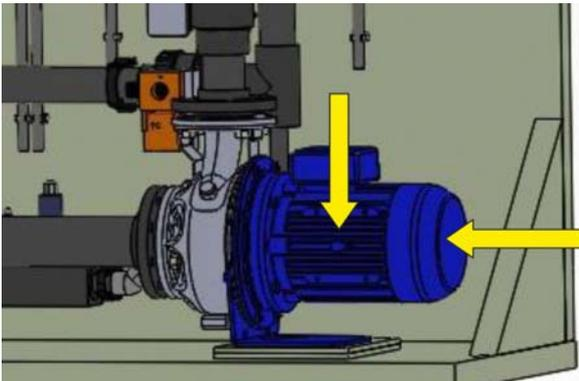

Bild 7-10: Rippen und Ansauggitter des Pumpenmotors
- Überprüfen Sie die Rippen und die Ansauggitter der Pumpenmotoren auf übermäßigem Staub (siehe Bild 7-10). Fegen Sie diese mit einer Bürste sauber.